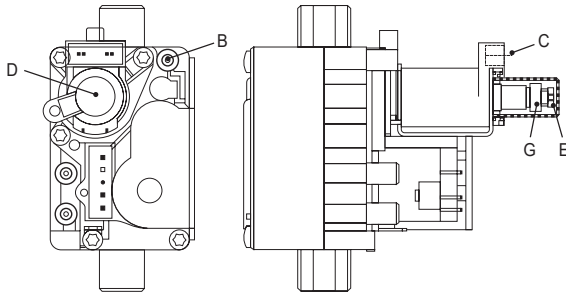

Рис. 12. Газовый клапан
**Регулировка давления газа на горелке (Рис. 12)**